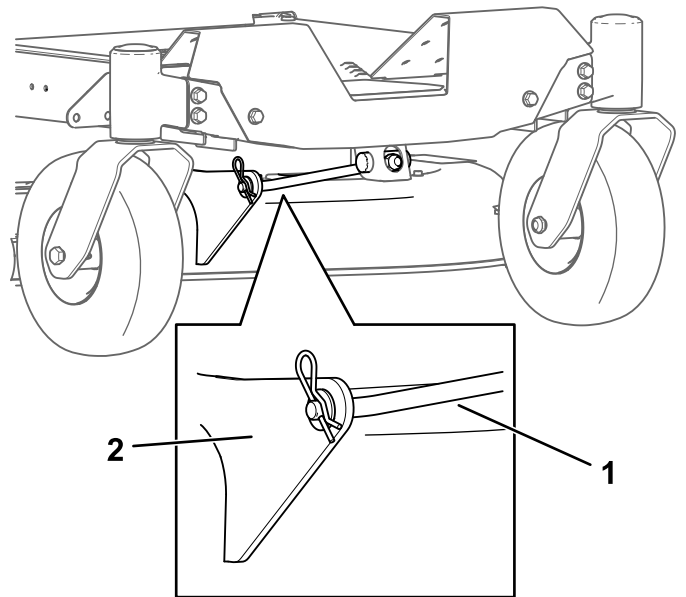

図 66
4. 前サポートロッドについているヘアピンコッターを抜き取り、デッキブラケットからロッドを取り外す **図 66**。
8. 前部のサポートロッドをデッキに取り付け、クレビスピンとヘアピンコッターで固定する 図 66。